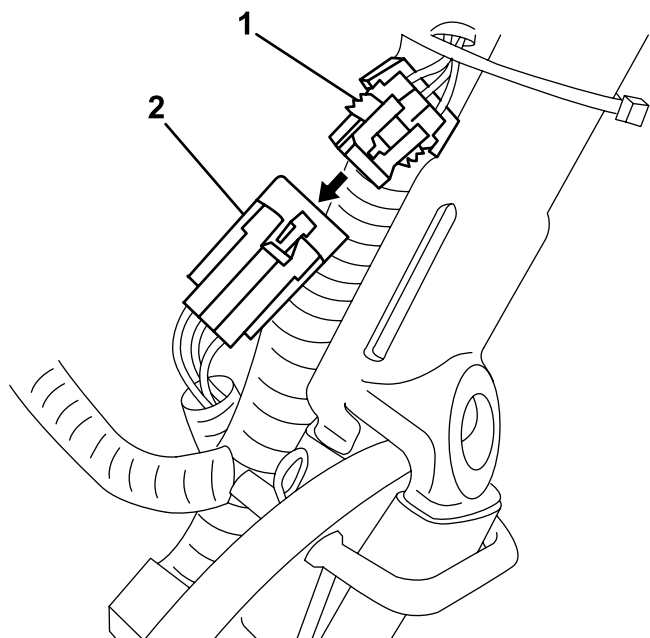

Figura 10
3. Staccate il connettore piccolo (sul pacco) che va al cablaggio della macchina dal cablaggio principale (Figura 10).